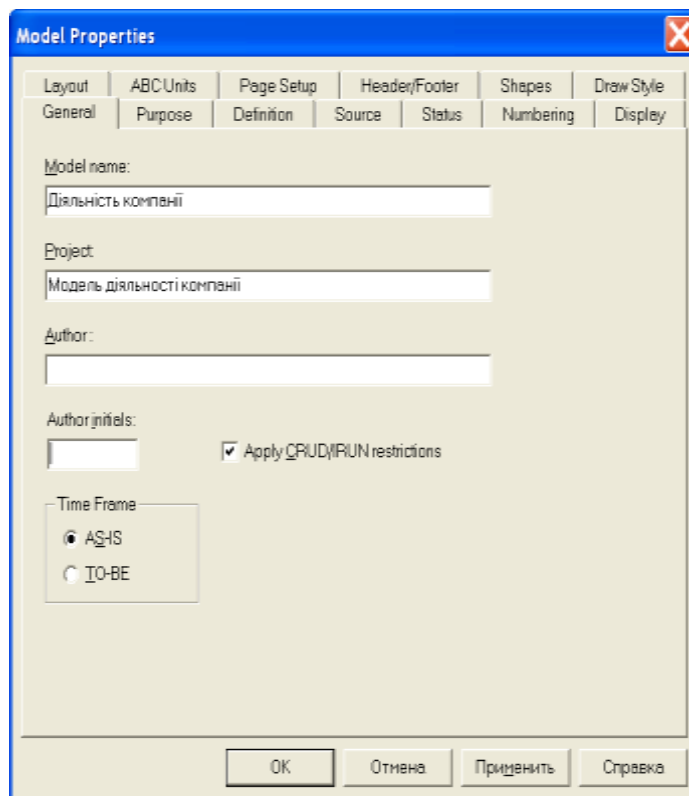

Рис. 10.4. Вікно діалогу *Model Properties Editor*
Для опису інших аспектів контекстної діаграми, а також властивостей моделі служить діалог *Model Properties Editor* (викликається з меню *Edit / ModelProperties*) (рис. 10.4). У цьому діалозі представлено кілька закладок: *General, Purpose, Definition, Source, Status, Presentation, Display, Layout, ABC Units*.
6. В меню **Model** вибрати вкладку **Model Properties** (рис. 10.4). В діалоговому вікні, що з'явиться, у вкладці **General** ввести ім'я моделі «Діяльність компанії», ім'я проекту «Модель діяльності компанії», ім'я автора й тип моделі – Time Frame: AS-IS.